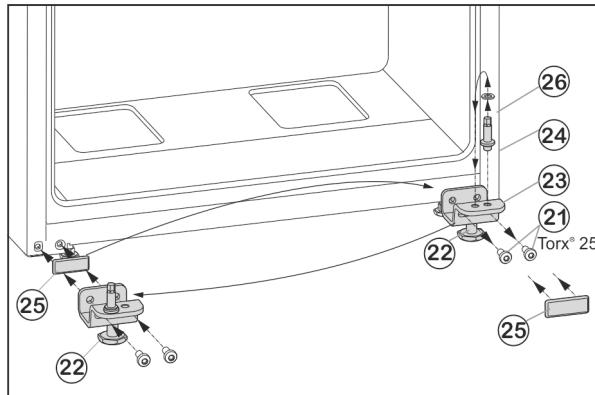

Fig. 7
- Открутите крепежные винты Fig. 7 (21).
- Снимите нижний опорный кронштейн Fig. 7 (23) вместе с опорным пальцем Fig. 7 (24), шайбой Fig. 7 (26) и регулируемой опорой Fig. 7 (22).
- Открутите опорный палец Fig. 7 (24) вместе с шайбой Fig. 7 (26) и, переставив в отверстие на противоположной стороне опорного кронштейна, снова прикрутите.
- Аккуратно снимите защитную пластину Fig. 7 (25) и переставьте ее на противоположную сторону.
- Прикрутите нижний опорный кронштейн Fig. 7 (23) вместе с опорным пальцем Fig. 7 (24), шайбой Fig. 7 (26) и регулируемой опорой Fig. 7 (22) с другой стороны шарнира (**с моментом 4 Нм**), при необходимости используйте аккумуляторный шуруповерт.
- Установите нижнюю дверцу сверху на опорный палец Fig. 7 (24).
- Выверните регулируемую опору Fig. 7 (22) на нижнем опорном кронштейне Fig. 7 (23) до ее соприкосновения с полом.